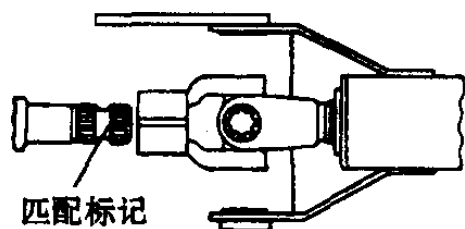

图7-13下转向轴的安装
(4) 下转向轴的安装见图7-13。安装时,应使下转向轴的匹配标记(黄线)对准上转向轴叉的槽,联轴节叉部的槽对准下转向轴的匹配标记。